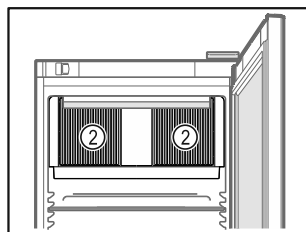

Fig. 48
- Lüftungsschlitze Fig. 48 (2) des Umluftgebläses im Innenraum freihalten.